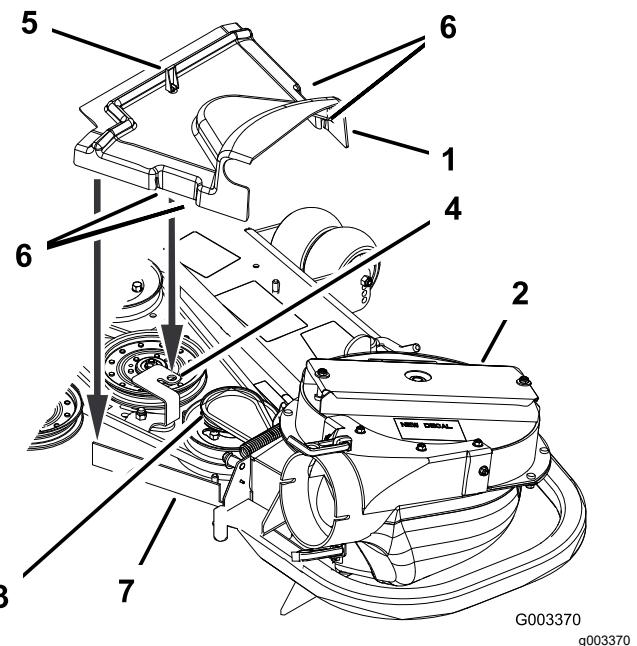

Figura 26
- Instale la nueva cubierta de la correa de manera que las muescas de cada lado pasen por encima de los soportes de la cubierta de la correa, y enganche el cierre (Figura 26).